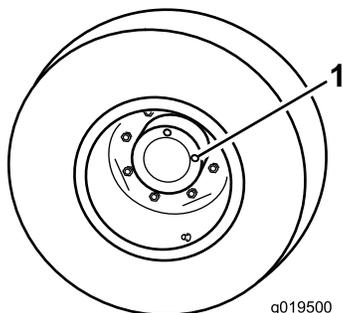

Bild 88
1. Stellen Sie die Maschine auf eine ebene Fläche und positionieren Sie das Rad so, dass eine Prüfschraube (Bild 88) auf 12 Uhr und die andere auf 3 Uhr steht.
1. Prüf-/Ablassschraube (2)
2. Entfernen Sie die Schraube, die auf 3 Uhr steht (Bild 88).